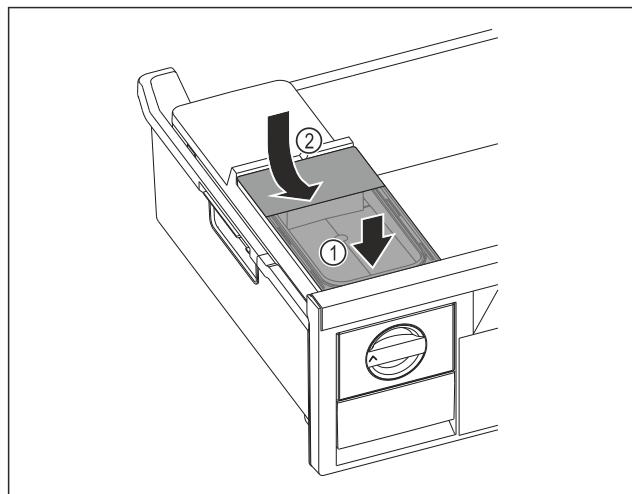

Fig. 76
- Postavite spremnik za vodu sprjeda. Fig. 76 (1)
- Spustite spremnik za vodu straga. Fig. 76 (2)